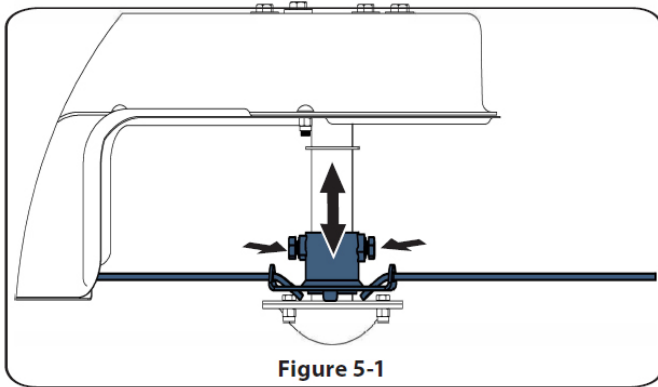

Figure 5-1
2. Faites glisser la broche vers le haut ou vers le bas jusqu'à la position souhaitée avant de resserrer les boulons. Voir Figure 5-1.